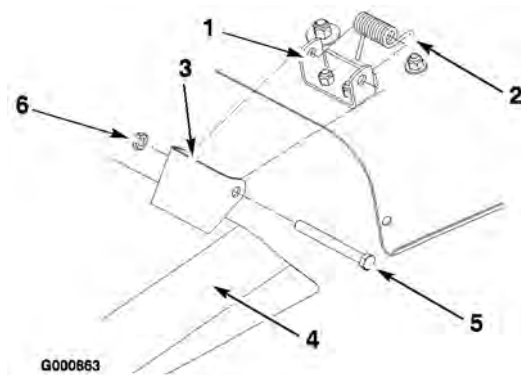

Bild 54
1. Entfernen Sie die Sicherungsmutter, Schraube und die Feder, mit denen das Ablenkblech an den Mähwerkhalterungen befestigt ist (Bild 54). Entfernen Sie defekte oder abgenutzte Ablenkbleche.
2. Setzen Sie die Federn in die Mähwerkhalterungen, und zwar mit den Hakenenden über der erhobenen Rückseite (Bild 54).
3. Fluchten Sie das Ablenkblech mit den Löchern in den Halterungen und den geraden Enden der Feder unter dem Scharnier sowie über dem Ablenkblech aus (Bild 54).